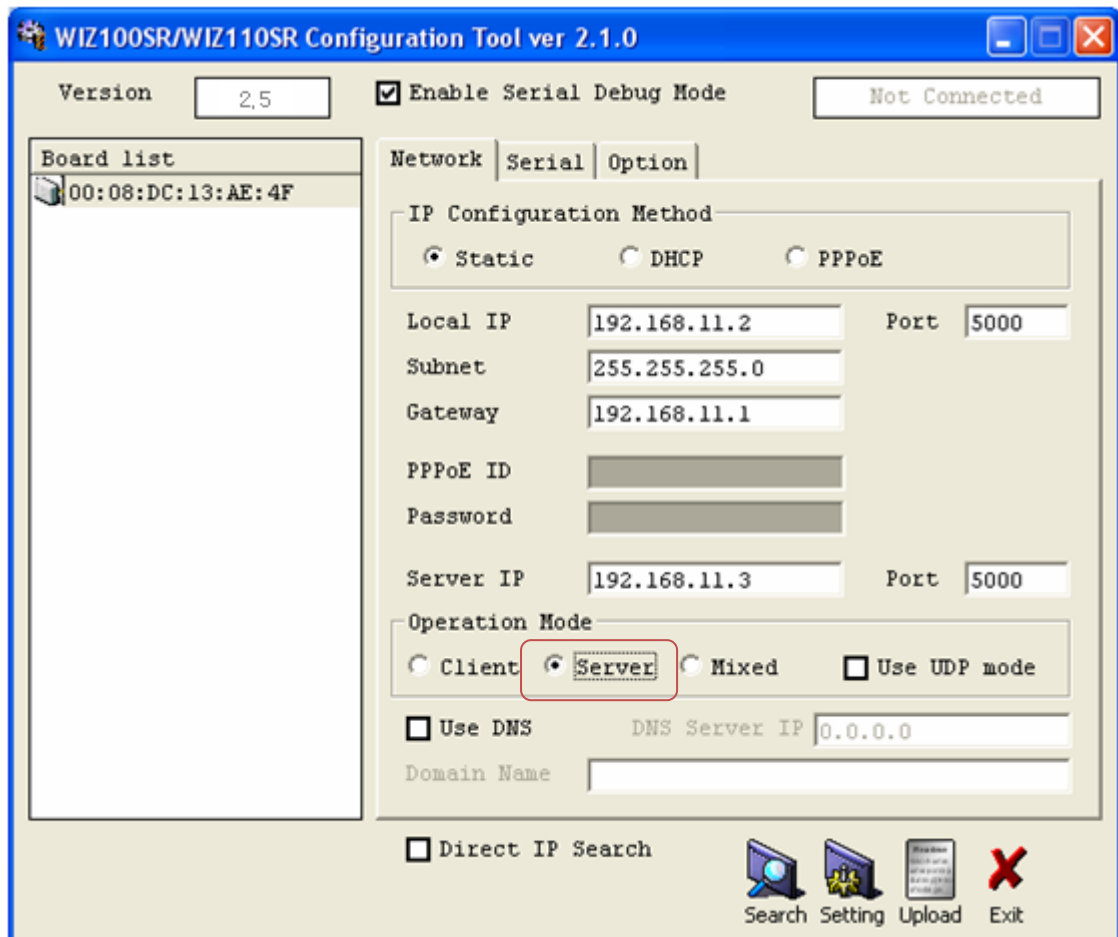

Figure 11. Password 설정을 위한 Operation Mode 선택
- ④ Figure 11과 같은 화면이 나타나면, 업로드를 위한 파일을 선택하고 “열기”버튼을 클릭합니다.